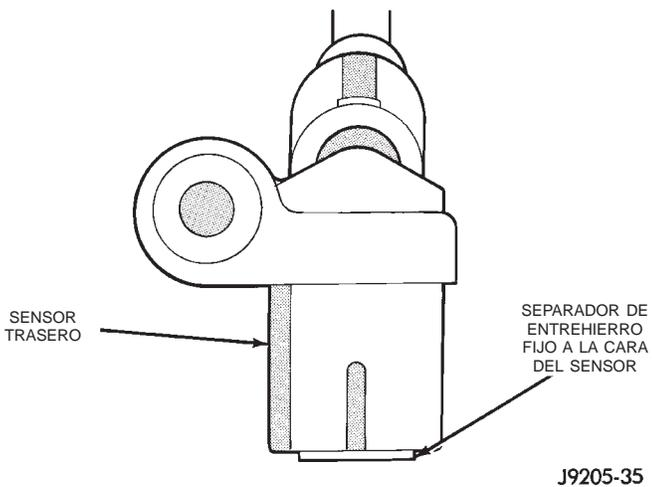

Fig. 11 Sensor trasero nuevo
(6) Si se ha instalado un sensor **nuevo**, empuje el separador de cartón de la cara del sensor contra el aro fonico (Fig. 11). A continuación apriete el perno del sensor con una torsión de 12–14 N·m (106–124 lbs. pulg.). El entrehierro correcto se establecerá cuando el aro fonico gire y descascare el separador de la cara del sensor.